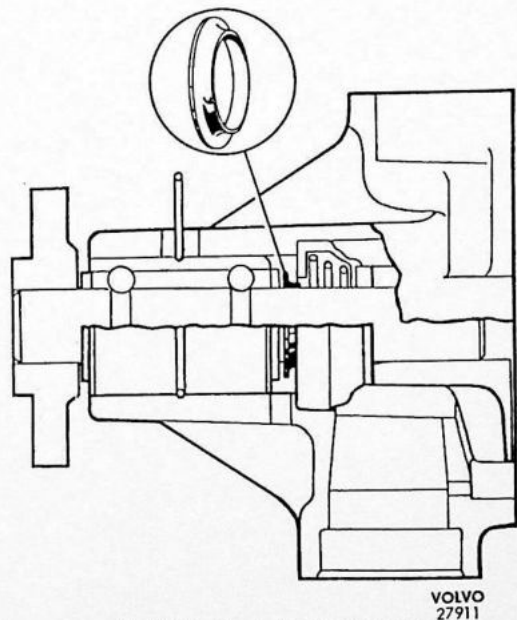
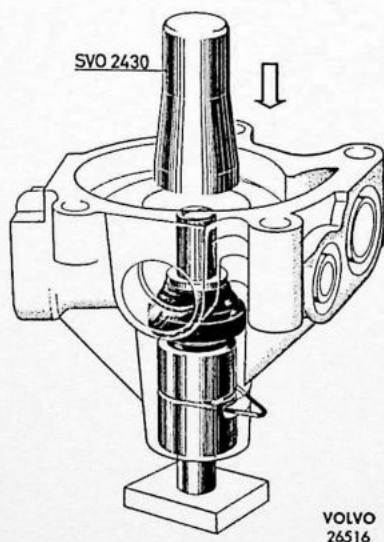

Fig. 2-106. Plaats van de slingerriem
Fig. 2-107. Montage van de afdichtring
2. Monteer de slingerring, zie Fig. 2-106 voor de juiste plaats. Monteer de afdichtring met stempel SVO 2430, zie Fig. 2-107. Smeer het afdichtvlak van de grafietring tegen de schoep met Molykote vermengd met minerale olie SAE 30 in. De Molykote moet geheel droog zijn, voordat de ring gemonteerd wordt.